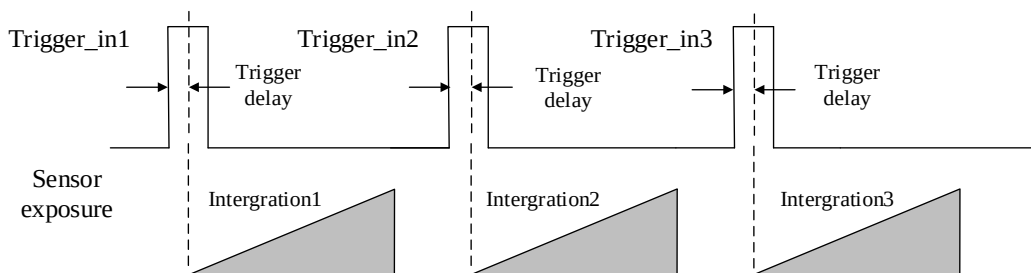

图3-39 信号延迟原理
3. 根据实际需求设置触发延迟时间，单位为 μs ，默认为 0，即接收输入信号后立即触发设备采图。关于触发延迟的原理，如图 3-39 所示。